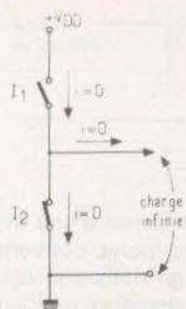
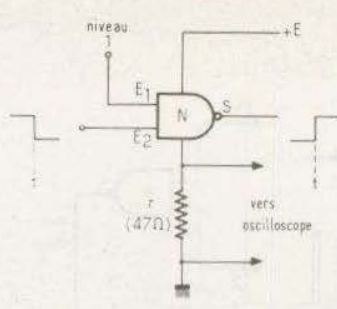
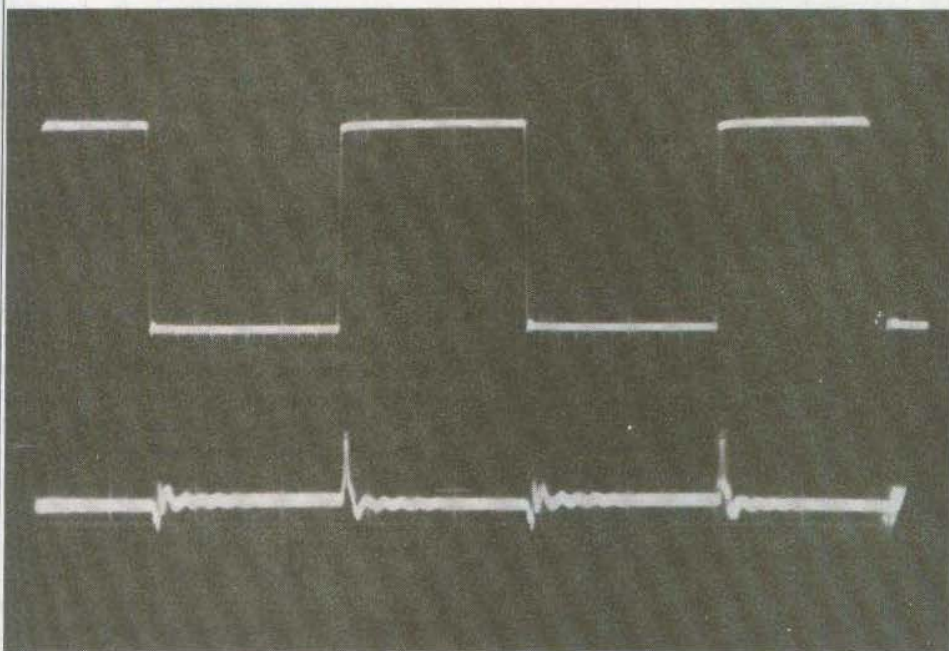

Fig. 1
Fig. 3
Fig. 4
La seule particularité et difficulté réside dans l'implantation directe du rotacteur K_1 avec ses douze bornes périphériques et ses trois bornes concentriques ; il faudra donc un perçage précis de l'époxy. Pour mieux reconnaître les quatre bornes qui dépendent d'un commun, il suffit de se souvenir que celui-ci est situé « entre » les bornes des 2^e et 3^e positions (voir figure 3). Une chance que les deux marques les plus répandues « LORLIN » (plastique) et « A.B. » (métal) aient la même implantation ! Les modèles pour circuits imprimés sont difficiles à trouver et comme nous, vous devrez peut-être couper les cosses en pointe, afin qu'elles pénètrent dans le module percé à $\varnothing 1,3 \text{ mm}$. Le repérage n'a aucune importance puisque les trois positions possibles sont équivalentes.
- Si la sortie se trouve à l'état 1, l'interrupteur I_1 est fermé, mais I_2 est ouvert. Comme aucun courant ne circule à travers la charge supposée infinie, non plus qu'à travers la porte puisque I_2 s'y oppose (fig. 1), l'alimentation ne débite donc pas, et la consommation est rigoureusement nulle.
Au moment de la commutation, et pendant un très court instant, les deux « interrupteurs » des figures 1 et 2, se trouvent simultanément fermés : il passe donc, à cet instant, une brève pointe de courant, qu'on peut mettre en évidence grâce au montage de la figure 3, appliqué à une porte NAND d'un circuit 4011. Au moment t où bascule le niveau de l'entrée E_2 , donc celui de la sortie S , la pointe de courant traverse la faible résistance r , et y crée une chute de tension qu'on peut observer à l'oscilloscope. C'est ce qu'illustre l'oscillogramme de la figure 4, où la trace supérieure repré-
Naturellement, il n'existe pas toujours une relation de phase particulière entre les tensions des entrées E_1 et E_2 , comme nous l'avons supposé dans la figure 4, et